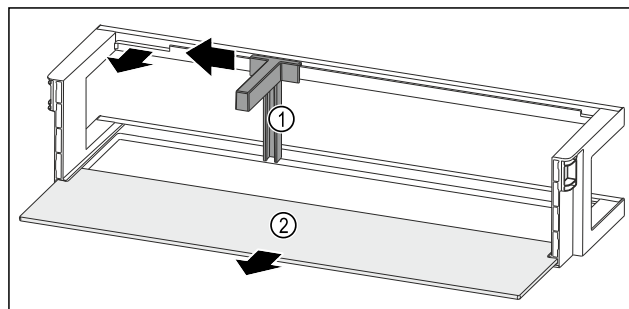

Fig. 166 Türabsteller mit Flaschenhalter und Abstellfläche
- Flaschenhalter Fig. 166 (1) bis zur Aussparung zur Seite schieben.
- Flaschenhalter Fig. 166 (1) entnehmen.
- Abstellfläche Fig. 166 (2) entnehmen.